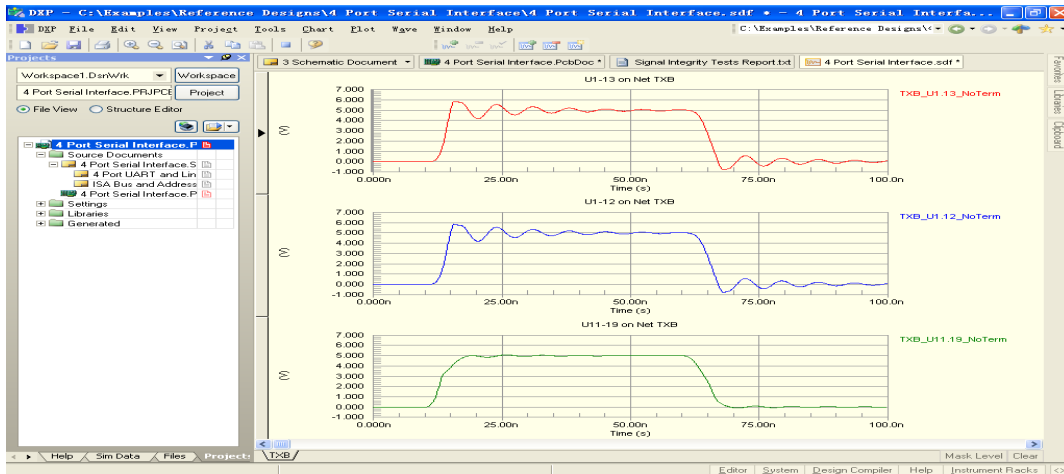

图 14
- 选择窗 13 口右下角的 Reflections...，反射分析的波形结果将会显示出来如图 14